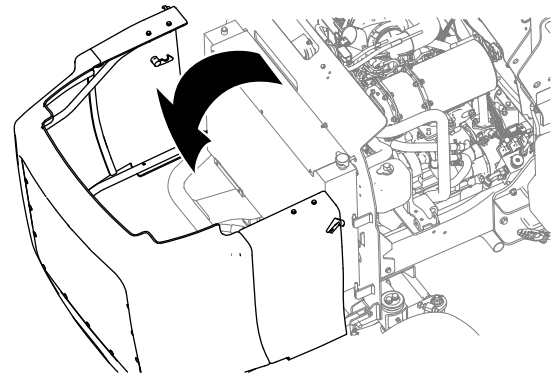

Bild 69
5. Entriegeln und öffnen Sie die Motorhaube (Bild 69).